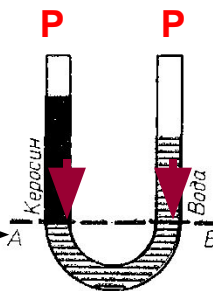

Рис. 108
При равенстве давлений высота столба жидкости с большей плотностью будет меньше высоты столба жидкости с меньшей плотностью (рис. 108).
3. Докажите, что в сообщающихся сосудах высоты столбов над уровнем раздела двух разнородных жидкостей (см. рис. 108) обратно пропорциональны плотностям жидкостей. Укажите. Используйте формулу для расчета давления жидкости.